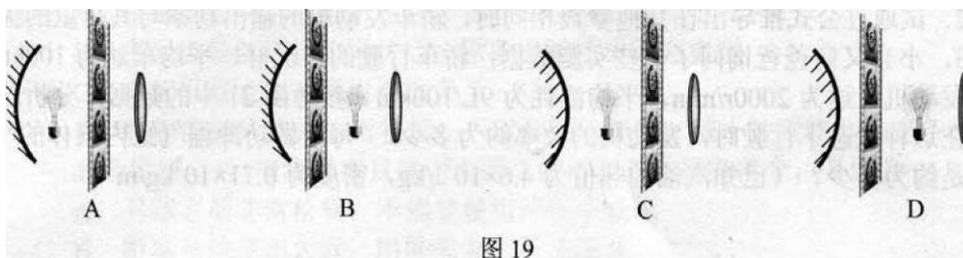

图19
1. 电影放映机正常放映时，有关放映灯泡、放映机镜头(凸透镜)、电影胶片、反光镜(凸面镜或凹面镜)的种类及其相对位置关系，提出了如图19所示的几种猜想，其中可能正确的是()